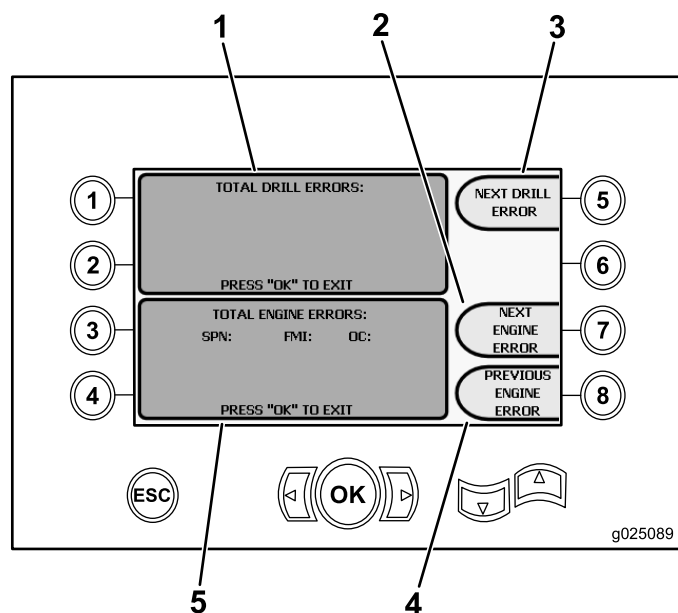

Рисунок 16
- Кнопка 3 – считывание кодов ошибок (Рисунок 16)
Если на экране отображается более одной ошибки, возникшей при бурении или связанной с двигателем, нажмите кнопку 5, чтобы перейти к следующей ошибке, возникшей при бурении, кнопку 7, чтобы перейти к следующей ошибке, связанной с двигателем, или кнопку 8, чтобы перейти к предыдущей ошибке, связанной с двигателем (Рисунок 16).
Примечание: Если нет ошибок, возникших при бурении или связанных с двигателем, нажмите кнопку ОК для выхода с этого экрана (Рисунок 16).